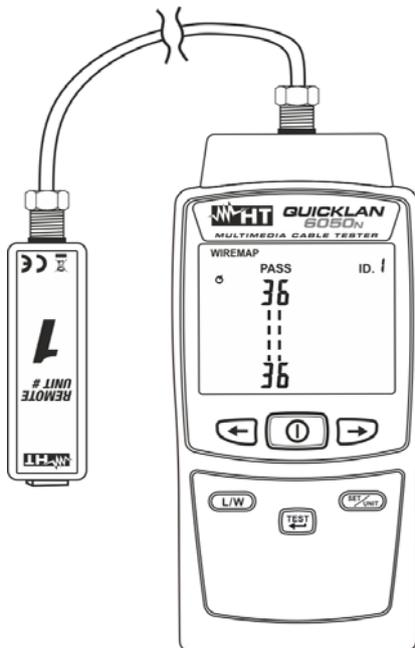

Fig. 12: Branchement de l'instrument au câble COAX avec connecteur F
3. Connecter les extrémités du câble en cours de test au connecteur COAX d'entrée de l'instrument (voir Fig. 1 – partie 9) et à l'unité à distance #1 (voir Fig. 12)